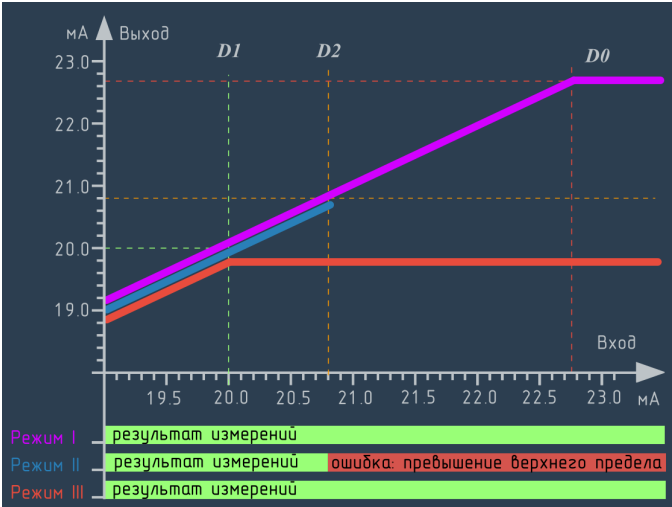

Рисунок 5.6 – режимы обработки выхода за границы назначенного диапазона измерений, масштабируемые сигналы.
- ▶ для масштабируемых сигналов – рисунок 5.6;